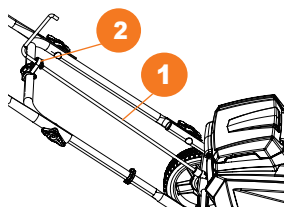

Рис. 5
- Проденьте изогнутый конец вала рукоятки изменения направления **1** в отверстие фиксатора **2** на средней рукоятке (Рис. 5).